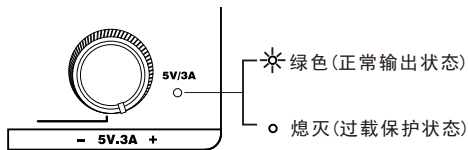

图 11
2. 假如前面板的  指示灯熄灭，则表示已超过最大额定电流 3A (过载)，此时输出电压及电流将渐渐降低以执行保护功能。若要恢复固定5V输出，则必须减轻负载量，直到  绿色指示灯亮起。图11所示